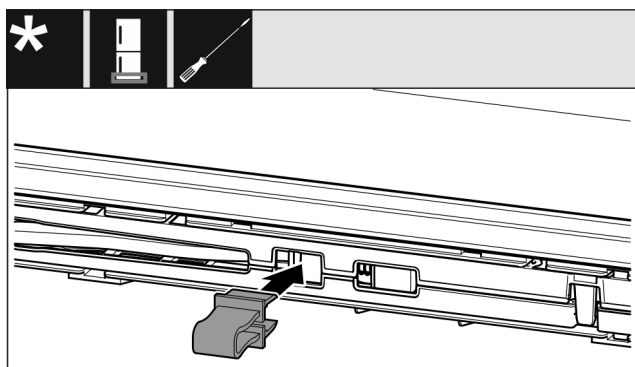

Fig. 14
- ▶ Fixați în poziție siguranța în deschizătură. (vezi Fig. 14)